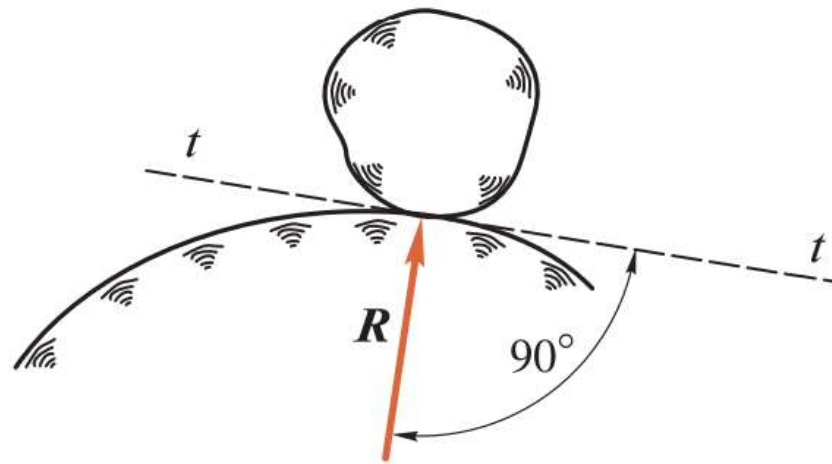

Рис. 1.7
2. *Идеально гладкая поверхность* (рис. 1.7). В этом случае реакция  $R$  направлена перпендикулярно касательной плоскости  $t-t$ , т. е. по нормали к опорной поверхности в сторону тела, так как нормаль есть единственное направление перемещения тела, которое не допускает данная связь.